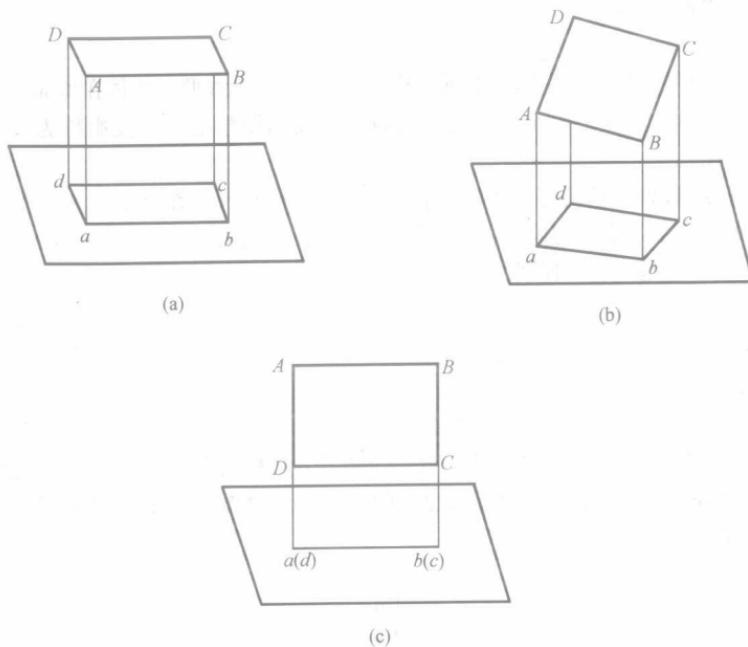

图 1-2 正投影规律
(1) 显实性。直线、平面平行于投影面时,其投影反映实长、实形,形状和大小均不变,这种特性称为投影的显实性,见图 1-2(a)。
(2) 类似性。直线、平面倾斜于投影面时,其投影仍为直线(长度缩短)、平面(形状缩小),这种特性称投影的类似性,见图 1-2(b)。
(3) 积聚性。直线、平面垂直于投影面时,其投影积聚为一点或一条直线,这种特性称投影的积聚性,见图 1-2(c)。